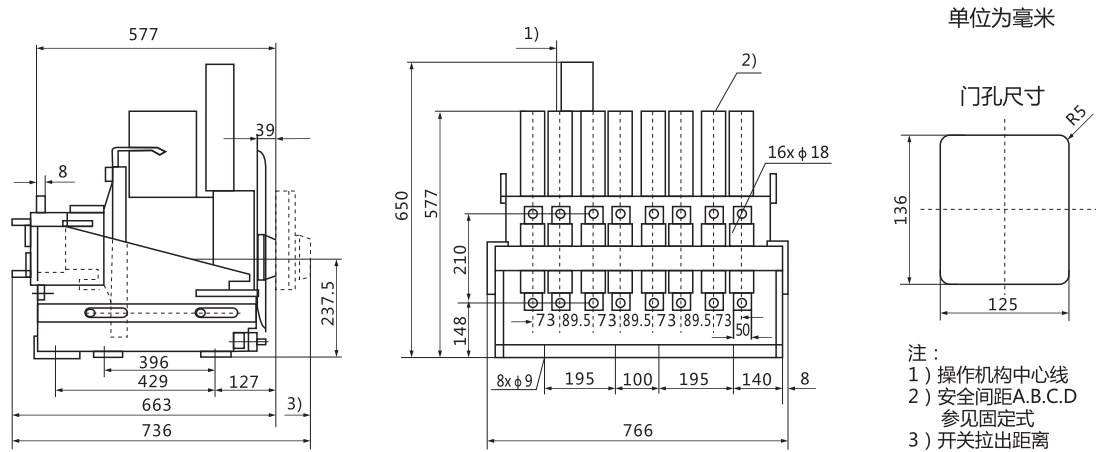

图25 RDW17-2000~2500四极抽屉式外形及安装尺寸
7.14 RDW17-2000~2500四极抽屉式断路器外形及安装尺寸见图25